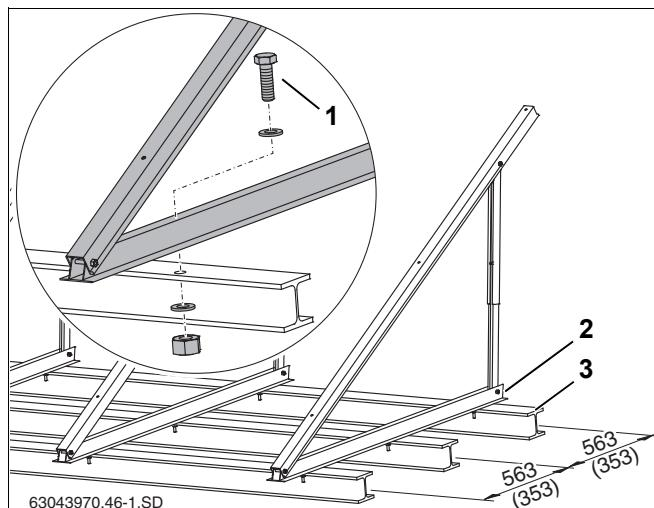

Рис. 26 Подставки на двутаврах, размеры в мм
На плоской крыше можно выполнить анкерное крепление подставок. Здесь приведен пример крепления к двутаврам (рис. 26, **поз. 3**).
- Разметить расстояние между отверстиями на нижнем профиле (рис. 26, **поз. 2**) на двутавре и просверлить отверстия.
- Вставить болты (см. таб. 8 и рис. 26, **поз. 1**) в профиль и двутавр и затянуть с гайками и шайбами.